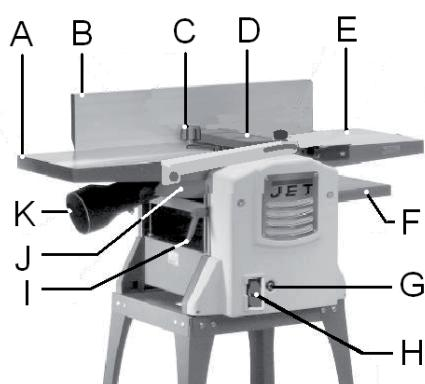

Рис. 7
- Ви можете вимикати та зупиняти верстат за допомогою кнопки ON (УВІМК)/ OFF(ВІМК) (H, Рис. 7).
- У випадку перевантаження верстата буде спрацьовувати захист двигуна від перевантаження (G).